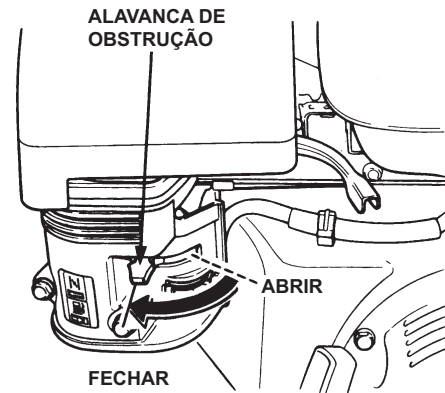

Figura 26. Alavanca de obstrução do motor
4. Coloque a **Alavanca de obstrução** (Figura 26) na posição "OPEN" (aberta)
6. Se o motor tiver arrancado, coloque lentamente a alavanca de obstrução (Figura 26) na posição **CLOSED** (fechada). Se o motor não tiver arrancado, repita os passos 1 a 5.